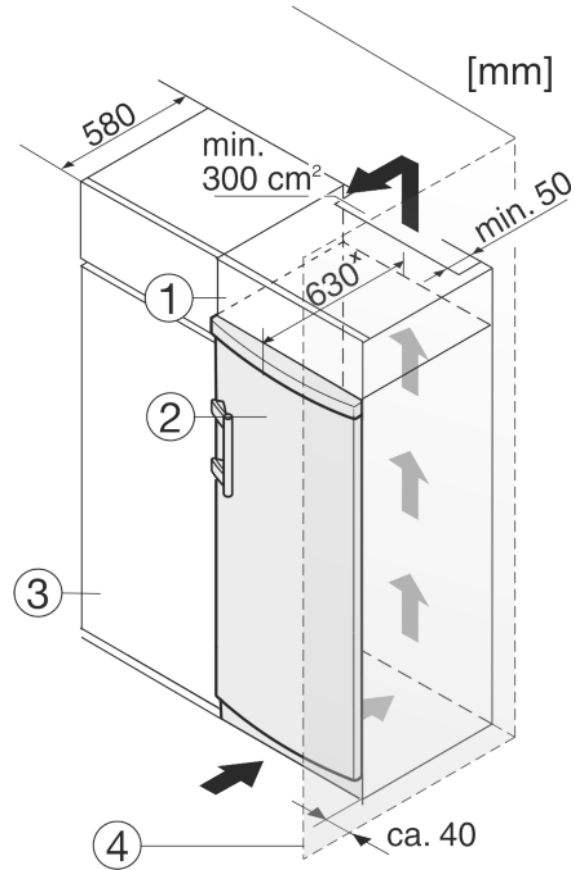

Fig. 10
- (1) Aufsatzschrank
- (2) Gerät
- (3) Küchenschrank
- (4) Wand
Das Gerät kann mit Küchenschränken umbaut werden. Um das Gerät Fig. 10 (2) der Küchenzeilenhöhe anzugleichen, kann über dem Gerät ein Aufsatzschrank Fig. 10 (1) angebracht werden.
Beim Umbau mit Küchenschränken (Tiefe max. 580 mm) kann das Gerät direkt neben dem Küchenschrank Fig. 10 (3) aufgestellt werden. Das Gerät steht seitlich 34 mm * und in der Gerätemitte 50 mm * gegenüber der Küchenschrankfront vor.
Wenn das Gerät mit den Scharnieren neben einer Wand Fig. 10 (4) aufgestellt wird, muss der Abstand zwischen Gerät und Wand mindestens 40 mm betragen. Dies entspricht dem Griffüberstand bei geöffneter Tür.